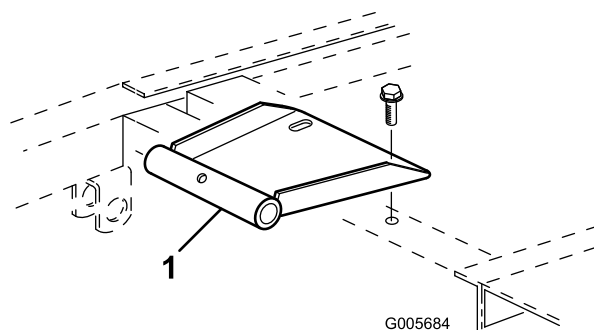

Figure 8
- Fixez le support de pivot du siège au cadre avec 2 vis à embase fournies avec le kit (Figure 8).
4. Fixez le support de pivot du siège au cadre avec (2) vis à embase fournies avec le kit (Figure 8).